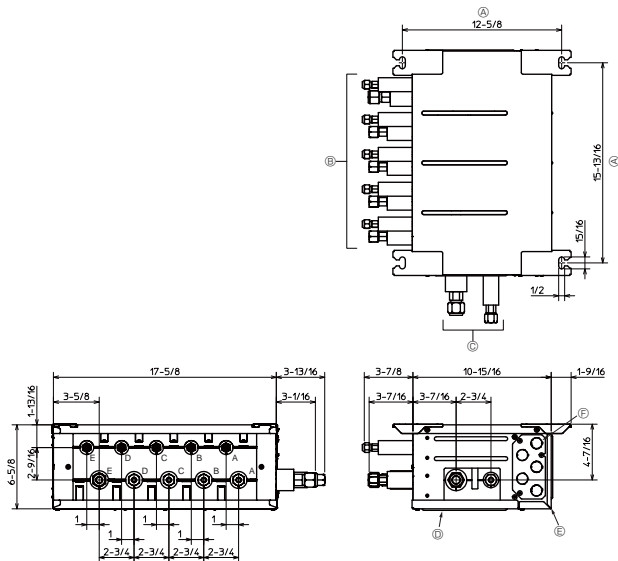

Fig. 4-2
■ PAC-MKA50BC (Fig.4-2)
- (1) Installer les boulons de suspension (à acheter localement) suivant le pas requis (Fig. 4-2, 4-3).